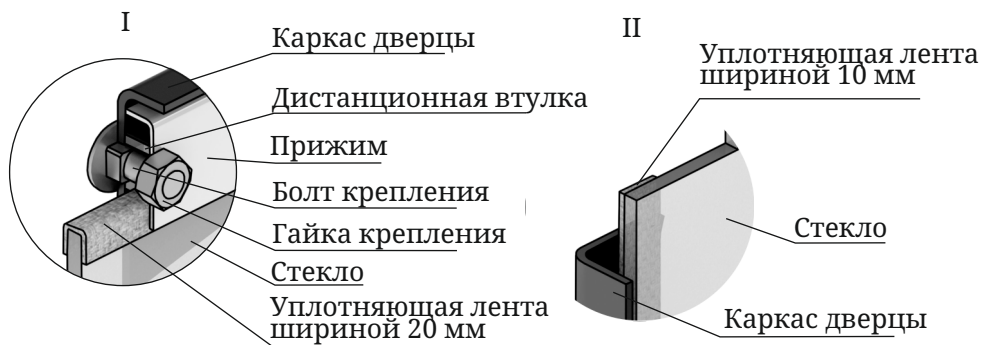

Рисунок 7. Крепление светорозрачного экрана дверцы модификации «Люмина»
3. Возьмите новое стекло, если на нем нет уплотняющих лент, наклейте их: лента шириной 20 мм наклеивается сверху и снизу стекла «П»-образно (рисунок 7.И), лента шириной 10 мм наклеивается вертикально, вдоль боковых сторон стекла (рисунок 7.И).
4. Вставить стекло в упор, при этом лента наклеенная с боковых сторон (вертикальная) должна быть зажата между стеклом и каркасом дверцы (рисунок 7.И).
Внимание! Гайки крепящие прижим накручиваются на болты крепления через дистанционные втулки (рисунок 7.И).